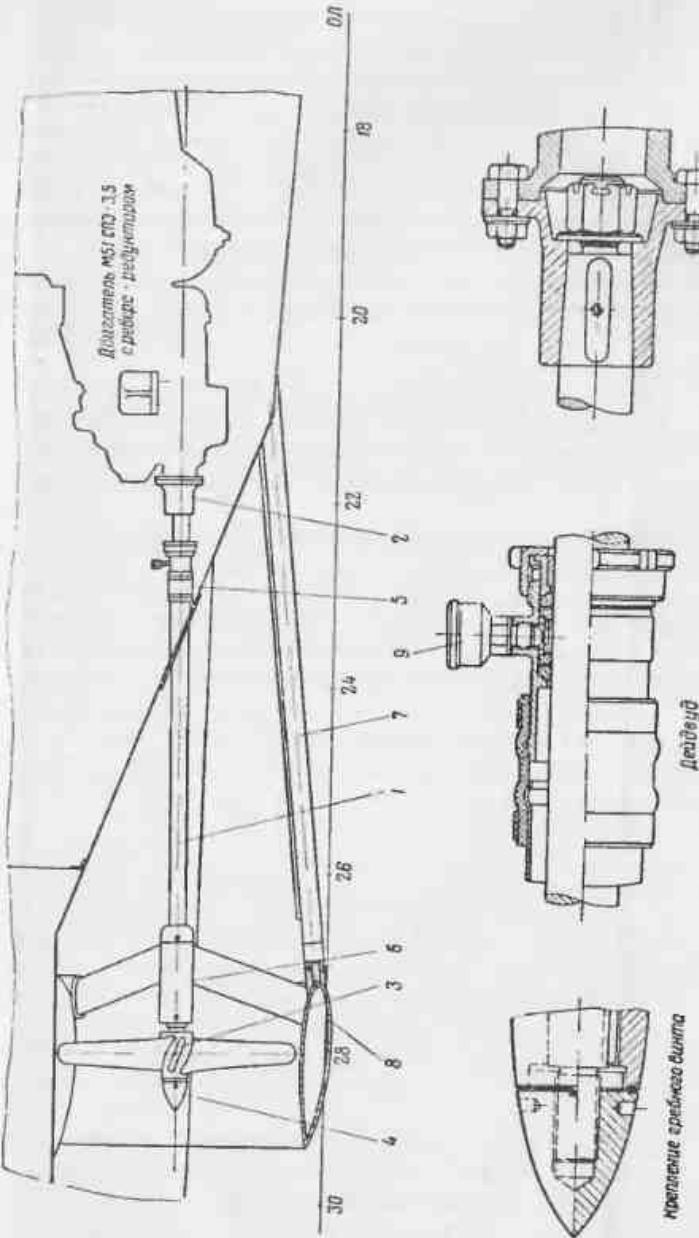

Рис. 14. Валопровод
28. Валопровод (рис. 14) каждого двигателя состоит из гребного вала 1 и соединительной полумуфты 2, которой вал соединяется с фланцем вала реверс-редуктора.